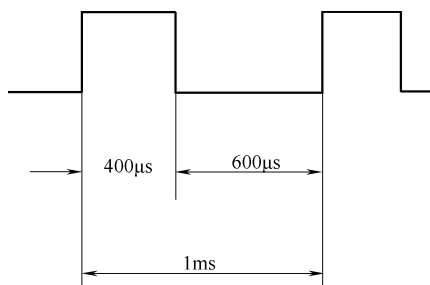

图 5-7 矩形波的波形
**解：**频率为 1kHz、周期为 1ms、占空比为 2:5 的 P1.1 输出的矩形波的波形如图 5-7 所示。